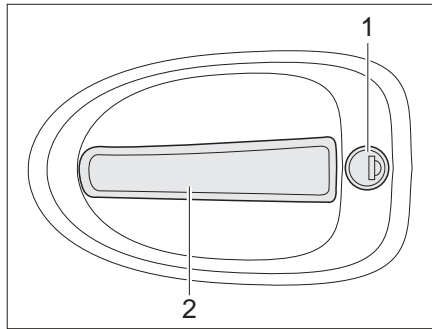

Fig. 44 Serratura della porta conducente, lato esterno
- Inserire la chiave nel cilindro della serratura (Fig. 44,1) e ruotare fino a quando la serratura della porta si sblocca.
- Tirare la maniglia della porta (Fig. 44,2). La porta è aperta.
- Inserire la chiave nel cilindro della serratura (Fig. 44,1) e ruotare fino a quando la serratura della porta si blocca.